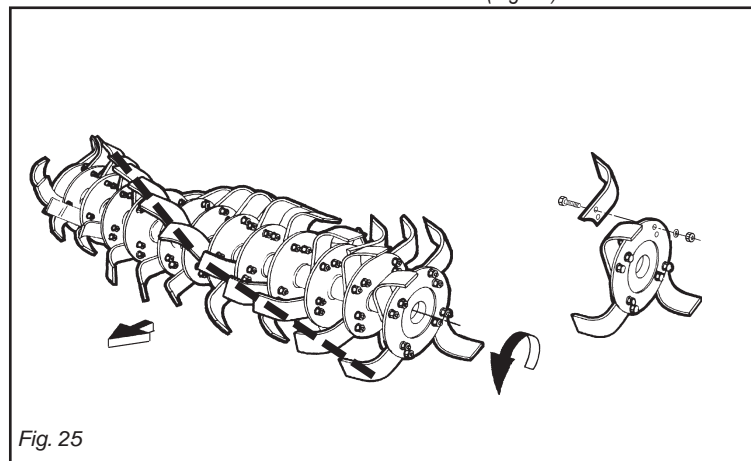

Fig. 25
Controllare giornalmente la loro usura o integrità. Qualora durante il lavoro dovessero per cause accidentali piegarsi (o rompersi) è necessario sostituirle immediatamente avendo l'accortezza di rimontare la nuova zappetta nella identica posizione di quella da sostituire (Fig. 25). Se fosse necessario sostituire più zappe, è consigliabile effettuare le operazioni di smontaggio e montaggio, sempre una zappetta alla volta, per evitare così errori di posizione.
**I bulloni che fissano le zappe devono avere la testa dalla parte delle zappe e il dado con relativa rondella dalla parte della flangia (Fig. 25).**
Se si devono sostituire le zappe, fare attenzione che le nuove assumano la posizione di quelle smontate (Fig. 25).
Remember to mount the new hoe blade in exactly the same position as the old one (Fig. 25).
**The heads of the bolts fixing the hoe blades in place must be on the side of the hoe blades themselves, while the nut with relative washer must be on the flange side (Fig. 25).**
If the hoe blades must be changed, remember to set the new blades in the same positions as the demounted ones (Fig. 25).
Contrôlez tous les jours leur usure et intégrité. Lorsqu'ils se plient (ou se cassent) pendant le travail il faut les remplacer aussitôt. Le nouveau couteau devra être monté exactement dans la position de celui à remplacer (Fig. 25).
**Les boulons de fixation des couteaux doivent avoir la tête côté couteau et l'écrou avec la rondelle côté flasque (Fig. 25).**
En cas de remplacement des couteaux, veillez surtout à ce que les nouveaux couteaux occupent les positions de ceux démontés (Fig. 25).
Sie sind täglich auf ihre Unversehrtheit und ihren Verschleißzustand zu prüfen. Sollten sie bei der Arbeit verbiegen oder zu Bruch gehen, müssen sie sofort ersetzt werden. Dabei ist zu beachten, daß man das neue Hackmesser an der gleichen Stelle montiert, an der sich das beschädigte befand (Abb. 25).
**Die Schrauben, mit denen man die Hackmesser befestigt, müssen den Kopf auf der Seite des Hackmessers und die Mutter mit der Unterlegscheibe auf der Flanschseite haben (Abb. 25).**
Wenn man die Hackmesser ersetzen muß, darauf achten, daß die neuen in der Position der ersetzten am Hackstern angebracht werden (Abb. 25).
Controlar todos los días su buen estado y eventual desgaste. Si durante el trabajo por eventuales accidentes se doblan o rompen es necesario sustituir las inmediatamente prestando atención de montar la nueva azadilla en la idéntica posición de la precedente (Fig. 25).
**Los bulones que fijan las azadillas deben tener la cabeza de la parte de las azadillas y la tuerca con la relativa arandela de la parte de la brida (Fig. 25).**
Cuando sustituimos azadillas respetar la posición de las azadillas desmontadas (Fig. 25).